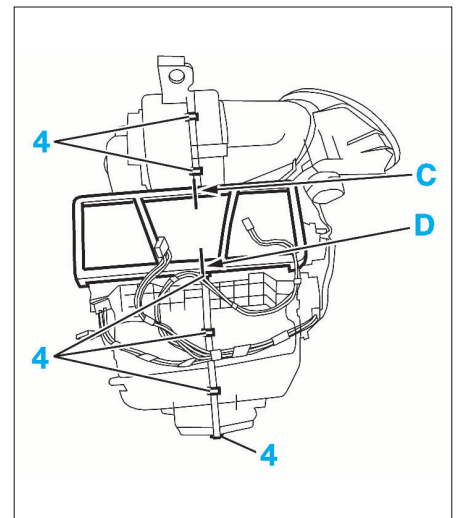

FIG. 21
- Couper la mousse en repère (C) et (D) (Fig.21).